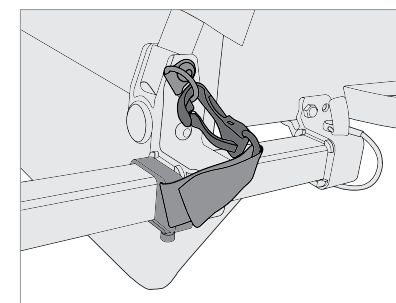

Figure 11
4. Clipsez la sangle de sécurité sur l'anneau d'arrimage du cadre de la remorque (Figure 11).